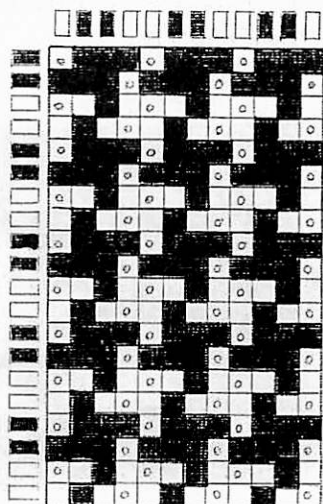

図2 マジックしおりに使った図柄 (平織)
写真8の①は、図2のように白い糸に綿糸、黒い糸にまわたの糸(糸糸)を配置して作ったしおり、②は黒インクで染色後の状態を示す。綿糸は黒インクで染まらないので白いままであるが、絹は染まるので糸糸の部分が青く染まって、図2のような模様になっている。このように、白いしおりが黒インクの液に浸すと模様が現われるので、大学生でも驚きの声が出るほど興味を示す実験である。